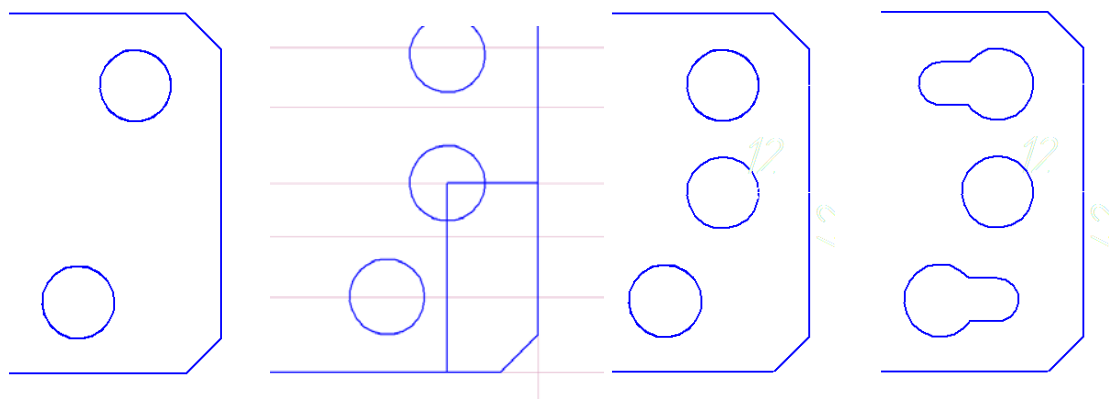

Рис. 4.8
18. С верхней и нижней окружностями выполните те же действия, что описаны в пунктах 13-15. Единственное отличие в расположении окружностей с диаметрами 6 — для нижней окружности дорисовывайте окружность справа, для верхней — слева. Последовательность действий на рис. 4.8.